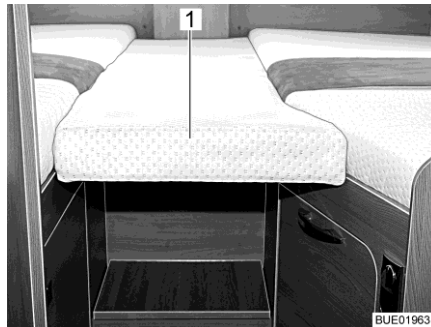
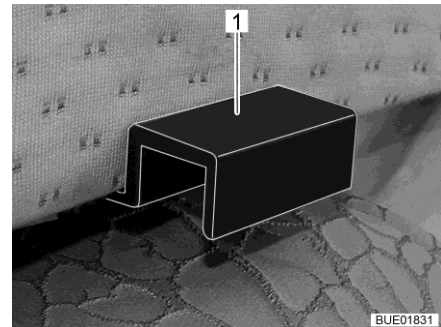

Fig. 152 Cojín adicional
Fig. 153 Soporte, cojín adicional
- Enganchar el cojín adicional (Fig. 152,1) con los soportes (Fig. 153,1) en los paneles de las camas individuales, de tal modo que se forme una superficie de descanso ininterrumpida.